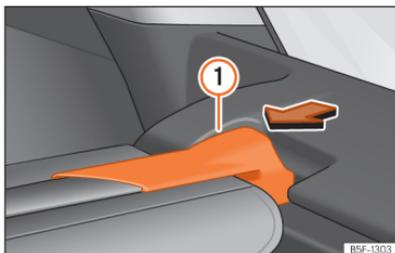

Abb. 180 Im Kofferraum: Abdeckung ausbauen.
- Drücken Sie die Aufhängung der Abdeckung »» **[Abb. 180]** ① in Pfeilrichtung.
- Lassen Sie die Aufhängung der Abdeckung »» **[Abb. 180]** ① auf der anderen Seite in der Aufnahme einrasten.